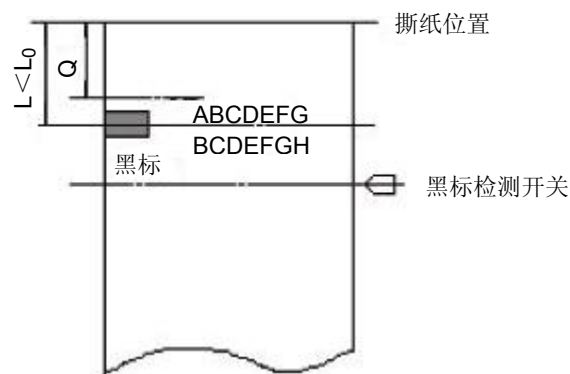
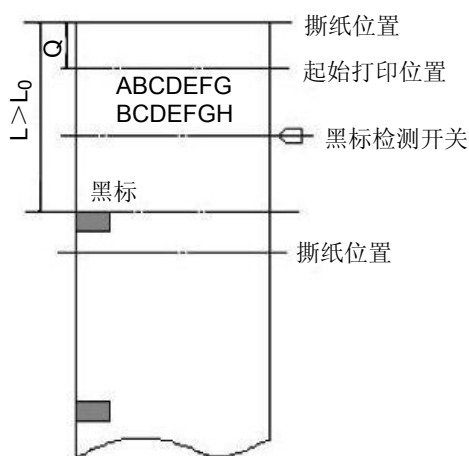

图 3
图 4
2. 当黑标印刷位置到撕纸位置的距离 L 小于打印机的机械值 L_0 时（如图 3 所示）， GS （ F 命令的撕纸位置偏移量计算为：撕纸位置偏移量 = $(L_0 - L) / 0.176$ （点数），当黑标印刷位置到撕纸位置的距离 L 大于打印机的机械值 L_0 时（如图 4 所示）， GS （ F 命令的撕纸位置偏移量计算为：撕纸位置偏移量 = $(L_0 + \text{相邻两黑标间的距离} - L) / 0.176$ （点数）